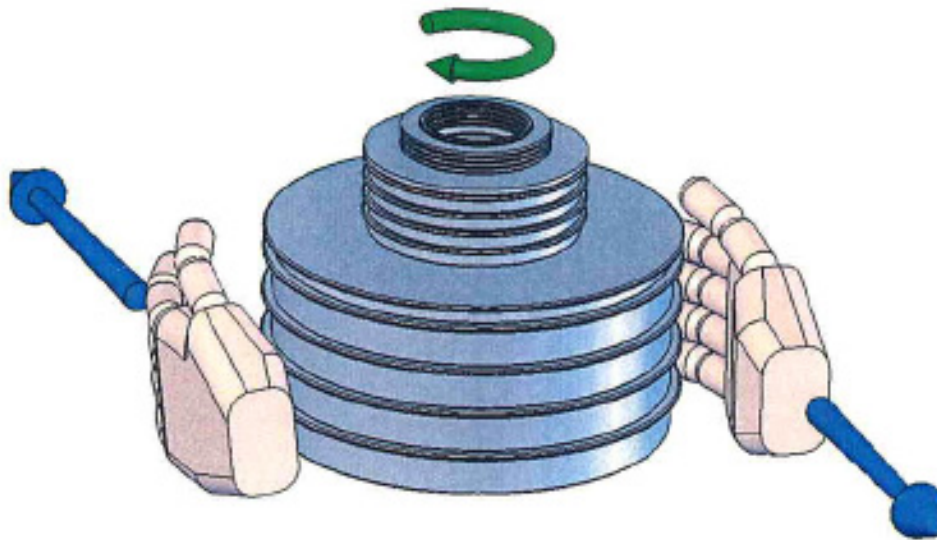

Рис. 3-1. Вращение грузов
4. Осторожно раскрутите стопку грузов по часовой стрелке, чтобы она вращалась со скоростью приблизительно от 10 до 60 оборотов в минуту. При повороте грузов избегайте боковых нагрузок: возьмитесь за стопку ладонями с двух сторон и приложите усилия в противоположных направлениях, см. рисунок 3-1. **НЕ вращайте грузы, когда поршень находится на уровне верхнего или нижнего пределов своего хода.**